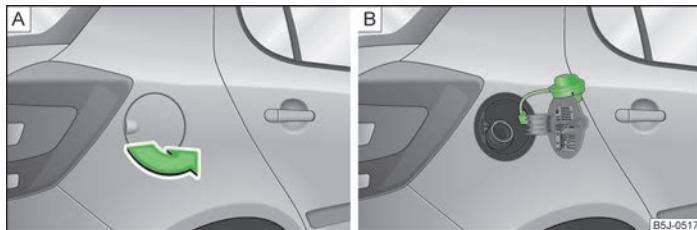

Fig. 115 Parte trasera del vehículo, lado derecho: Tapa del depósito/tapa del depósito con el tapón enroscado
En un adhesivo pegado en el lado interior de la tapa del depósito se indican el tipo adecuado de combustible para su vehículo, así como el tamaño de neumático y la presión de inflado del mismo » fig. 115 de la página 137 - [B].
- Abrir la tapa del depósito de combustible con la mano » fig. 115 - [A].
- Desenroscar hacia la izquierda el tapón de cierre del depósito y colocarlo desde arriba en la tapa del depósito » fig. 115 - [B].